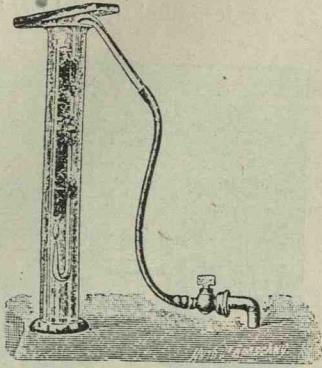

Fig. 84. Gazul de luminat arde cu fum în clor.
5. O flacăra de gaz de luminat introdusă în clor arde cu fum, fig. 84: